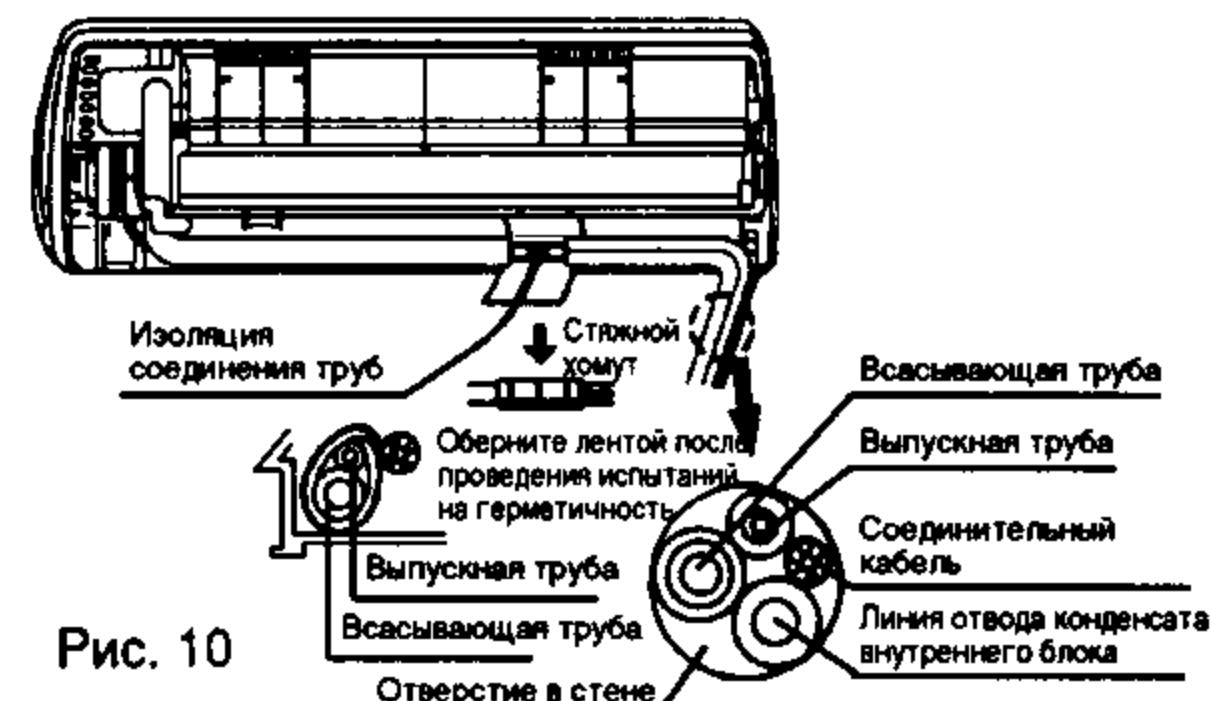

Рис. 10
3. Соедините трубы внутри помещения и проведите испытания на герметичность (рис. 10). После проведения испытаний на герметичность оберните соединения труб изоляционной лентой и закрепите их стяжными хомутами.